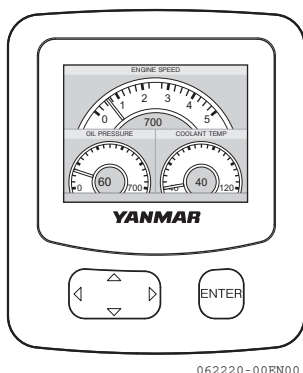

Figura 11
- Quando o motor arranca, o ecrã do VC10 mostrará o ecrã com condições do motor (**Figura 11**).